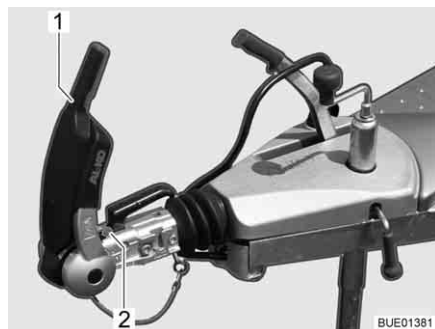

Fig. 199 Indicatore guarnizioni di attrito davanti e dietro
- Aprire la maniglia di stabilizzazione (Fig. 199,1).
Il controllo avviene mediante l'indicatore che si trova davanti alla maniglia del gancio (Fig. 199,2).